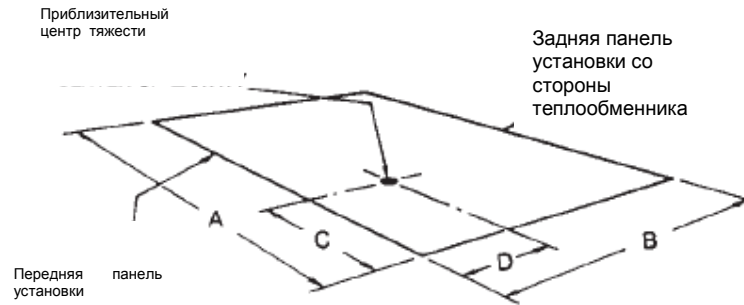

Рисунок 1 – Центр тяжести
| Рисунок 1 – Центр тяжести..... | 6 |
Рекомендуется установить подпорки под плитой, которые будут лежать ниже уровня замерзания. Любая деформация на линиях замерзания может привести к утечке хладагента. Плита не должна вплотную подходить к зданию из-за шума и вибрации. Установка также может поддерживаться бетонными столбиками. Эти бетонные столбики должны (1) заходить за линию промерзания, (2) быть расположены под всеми четырьмя углами установки, и (3), быть требуемого размера, чтобы нести вес всей установки. См. Рис. 1 и 2 для определения центра тяжести и веса установки.